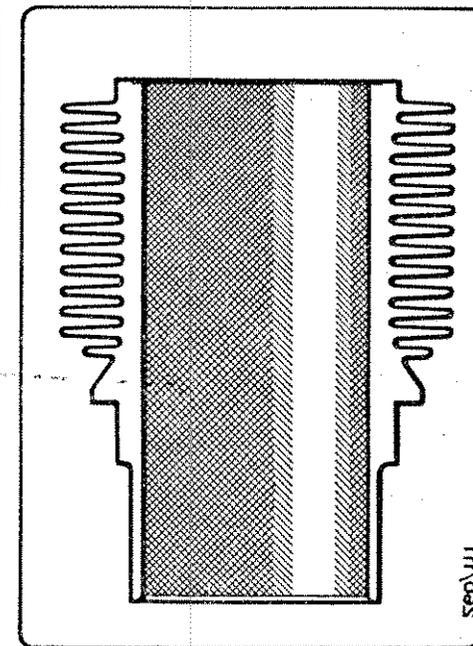

Fig. 22
- 3) Ripetere l'operazione facendo però ruotare la mano in senso contrario (cioè sinistrorso), in modo che ne risulti una superficie a righe incrociate; così come si vede nella fig. 22.